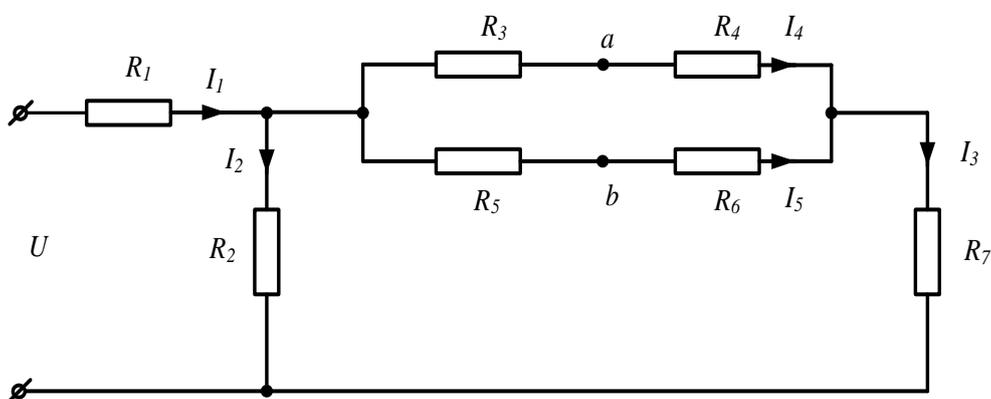

Рисунок 18
**Задача 16.** Определить эквивалентное сопротивление цепи, напряжение на входе и токи в ветвях (рис. 18), если  $I_4=0,05\text{A}$ ,  $R_1=300\text{Ом}$ ,  $R_2=900\text{Ом}$ ,  $R_3=R_6=1000\text{Ом}$ ,  $R_4=R_5=1600\text{Ом}$ ,  $R_7=500\text{Ом}$ .